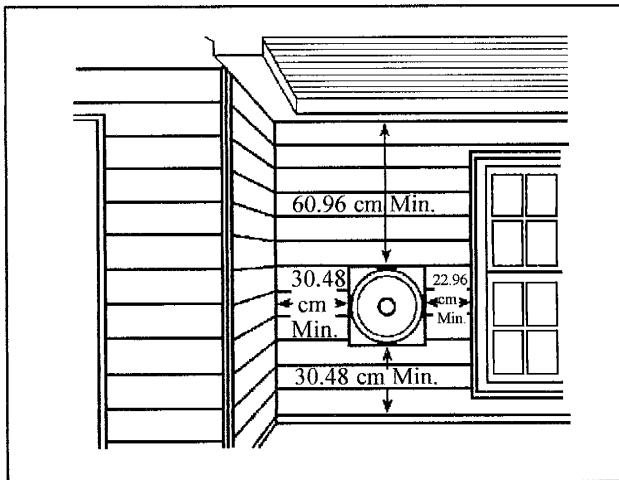

ILUSTRACIÓN 2 / DVCF403C, 404C, 407C, Y 408C
5. El espacio libre mínimo que se debe dejar desde cualquier ventana hasta el lado de la tapa de la ventila es de 22.86 cm para los Modelos DVCF403C, 404C, 407C y 408C (Ver la Ilustración 2), y de 30.48 cm para los Modelos DVCF553C, 554C, 557C y 558C (Ver la Ilustración 2b).
6. El espacio mínimo desde cualquier proyección superior es de 60.96 cm a la parte superior de la tapa de la ventila (Ver Ilustración 2).
5. Asegúrese de que se haya dejado el espacio libre adecuado para la tapa de la ventila (Ver la Ilustración 2).